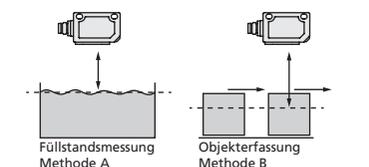

Bild 4: Teach-in-Methode A und B für einfachen Schaltpunkt
- In der Teach-in-Prozedur »Schalt-punkt einstellen – Methode A« lernt der Sensor die tatsächliche Entfernung zum Objekt als Schaltpunkt. Bei einer Bewegung des Objekts auf den Sensor zu, z. B. bei einer Füllstandsmessung, ist so die eingelernte Entfernung das Niveau, bei dem der Sensor schalten soll. Für die Abtastung von Objekten, die seitlich in das Schallfeld eintreten, sollte die Teach-in-Prozedur »Schalt-punkt +8 % einstellen – Methode B« gewählt werden. Es wird ein um 8 % größerer Schaltpunkt als die tatsächliche Entfernung zum Objekt eingestellt. Dies stellt auch bei geringfügigen Höhenschwankungen der Objekte einen stabilen Schalt-punkt sicher, vgl. Bild 4.